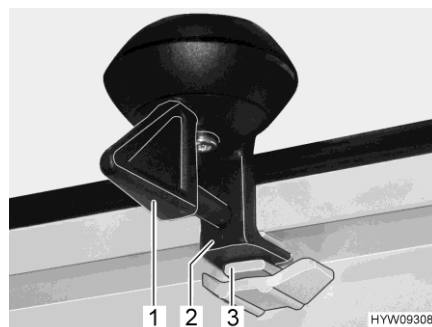

Bild 77 Verriegelung (Lüftungsstellung)
- Den Hebel (Bild 77,1) eine viertel Umdrehung drehen. Die Verriegelung (Bild 77,2) muss in die obere Aussparung (Bild 77,3) gleiten.